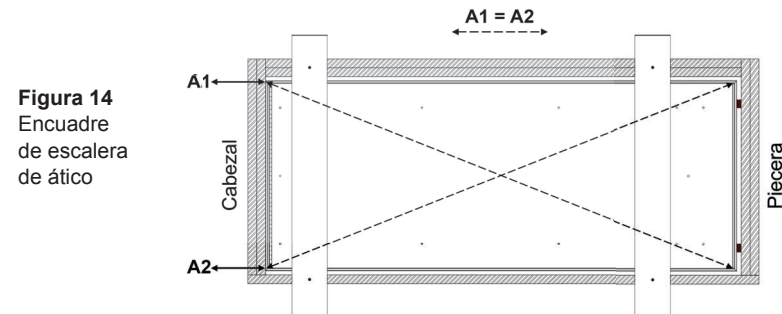

Figura 14 Encuadre de escalera de ático
Q. Instalador #1: Abra y cierre la puerta de la escalera de ático varias veces para asegurarse que la puerta este centrada en el marco de aluminio y que la unidad esta encuadrada. Ver Figura 14. Instalador #1 y #2: Si el marco de la escalera de ático no está escuadrado, coloque cuñas entre el marco de aluminio y las vigas de la abertura del techo. La colocación de cuñas en el marco lateral en el extremo de la piecera permitirá que el cabezal del marco se mueva ligeramente y escuadre la escalera. Instalador #1: Abra y cierre la puerta de la escalera de ático varias veces para asegurarse que la puerta este centrada en el marco de aluminio. Si es necesario, continúe ajustando el marco de aluminio en la abertura de techo moviendo ligeramente el cabezal / bisagra de lado a lado hasta que la puerta cierre.